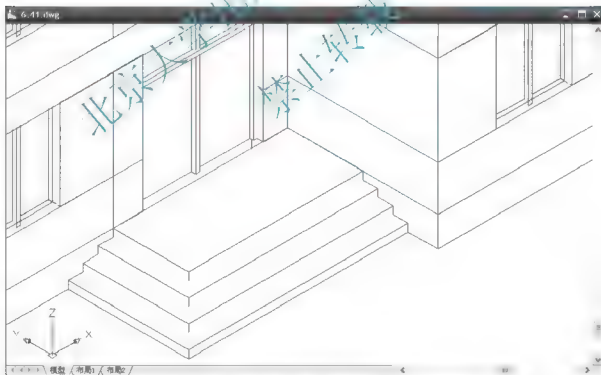
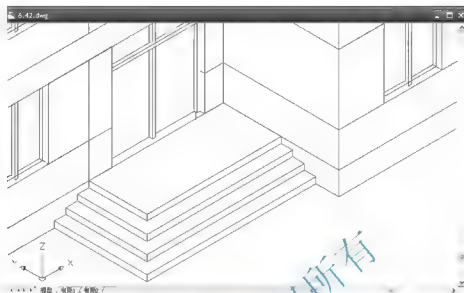

图 6.41 被拉伸后的“台阶”
图 6.42 进行布尔运算后的台阶
(2) 用相同的方法拉伸另外 3 个矩形,中间的矩形分别向 Z 轴正方向拉伸 450mm 和 300mm,最外面的矩形向 Z 轴正方向拉伸 150mm,结果如图 6.41 所示。
- (1) 选择菜单栏中的【修改】|【实体编辑】|【并集】命令，执行布尔运算。
- (2) 在选择对象：提示下，选择刚才拉伸的全部“台阶”。
- (3) 按 Enter 键结束命令，结果如图 6.42 所示。对比图 6.41 和图 6.42 中台阶显示的区别。